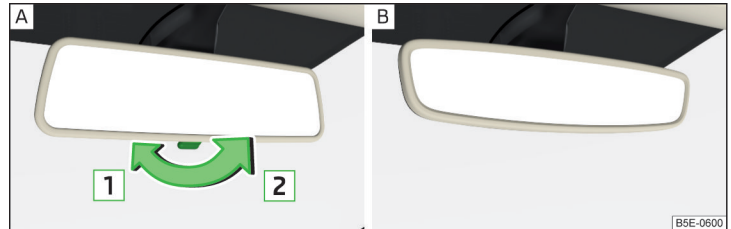

Abb. 58 Innenspiegel: mit manueller Verdunkelung / mit automatischer Verdunkelung - Variante 1
**Spiegel mit manueller Verdunkelung** » Abb. 58 - **A**
Die Spiegelverdunkelung » Abb. 58 - **B** wird nach dem Motorstart automatisch gesteuert.